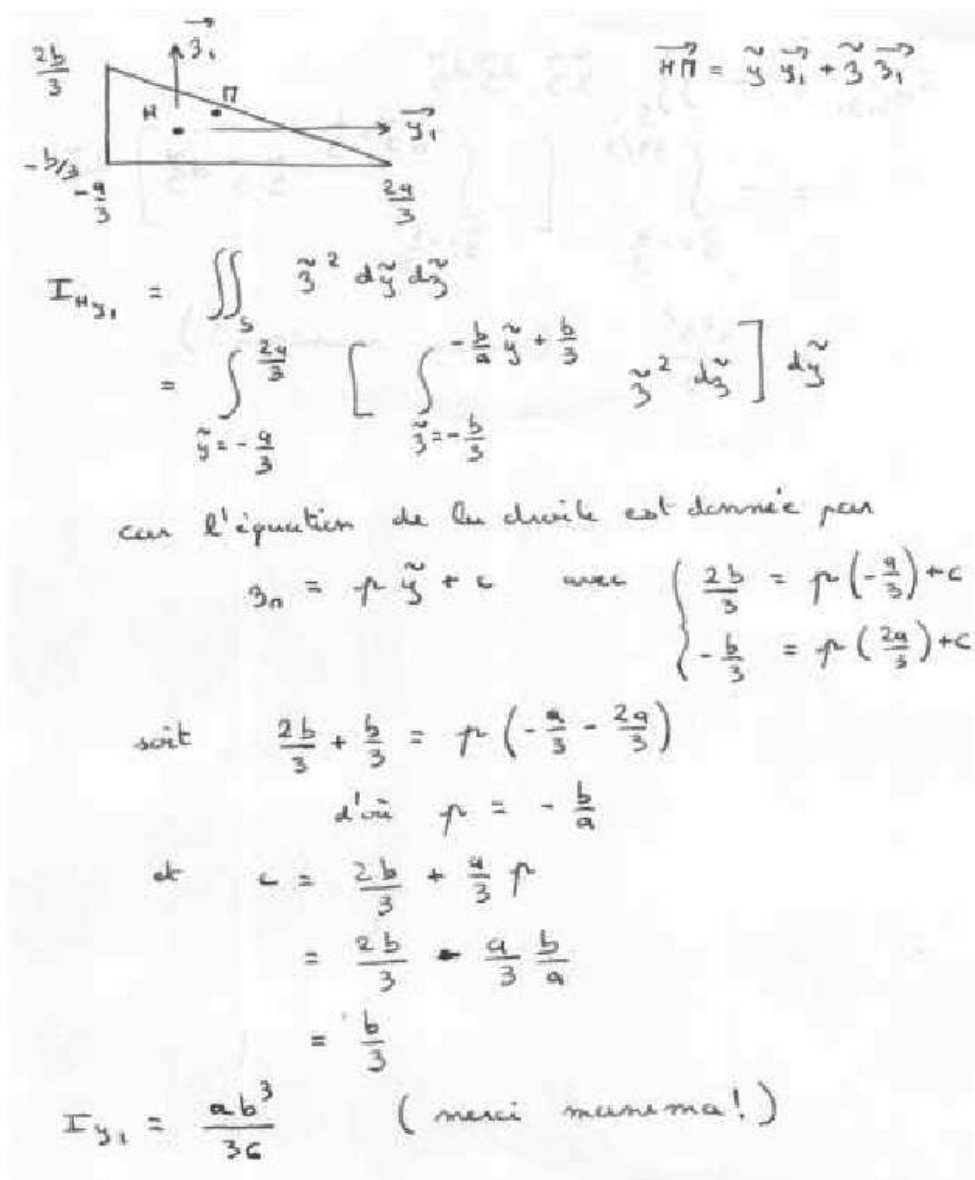

Figure 6.5: Exemple de détermination d'un moment quadratique d'une section droite triangulaire.
**Exemple** Les calculs d'un moment quadratique et d'un produit quadratique d'une section triangulaire par rapport à deux droites passant par son barycentre sont détaillés figures 6.5 et 6.6. Le calcul des directions principales et de l'expression du tenseur d'inertie dans cette base est donnée ci-dessous.